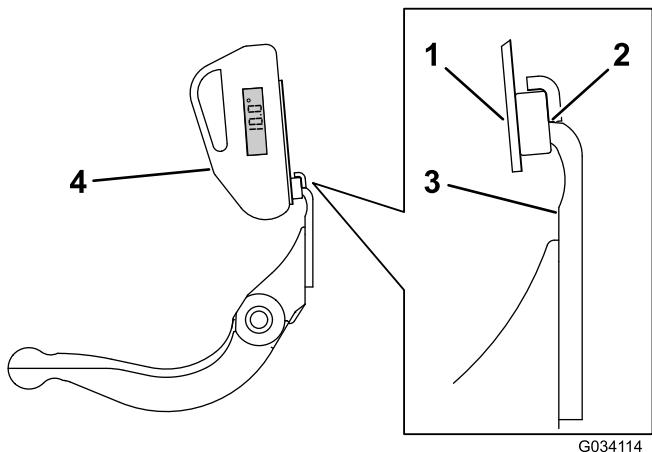

図 36
3. 傾斜計マウントのマグネットのエッジがベッドナイフのエッジに密着するように、ベッドナイフのエッジに傾斜計マウントをセットする図 36。
4. 図 36 に示すようにマウントに傾斜計を取り付ける。